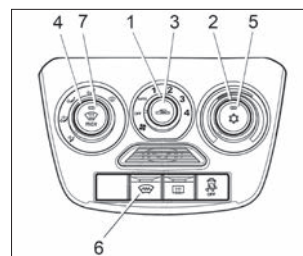

Рис. 39. Блок управления климатической системой (в варианном исполнении)
**В варианном исполнении** (см. рис. 39) климатическая установка имеет дополнительный режим кондиционирования, обеспечивающий охлаждение воздуха, подаваемого в салон автомобиля. При этом логика и алгоритмы управления, описанные выше для системы вентиляции и отопления, верны и для климатической установки с кондиционером.
2. Включите вентилятор, установив **рукоятку 1** (см. рис. 39) в одно из положений «1», «2», «3» или «4».
Для установки желаемой температуры воздуха в салоне поверните **рукоятку 2** (см. рис. 39) по часовой стрелке для повышения, против часовой стрелки для понижения. Температура будет поддерживаться автоматически в пределах производительности климатической установки и установленного допуска.
2. Поверните **рукоятку 2** (см. рис. 39 против часовой стрелки в левое положение до упора (синяя точка на блоке управления)).
4. **Рукояткой 1** (см. рис. 39) включите максимальную скорость вентилятора климатической установки (положение «4»).
С помощью **рукоятки 2** (см. рис. 39) можно установить желаемую температуру воздуха в салоне. Климатическая система будет автоматически поддерживать установленную температуру воздуха в салоне в пределах производительности климатической установки и установленного допуска.
Для очистки ветрового и передних боковых стекол от запотевания, обмерзания или наружного обледенения в автоматическом режиме установите **рукоятку 1** управления вентилятором климатической системы в положение «AUTO», нажмите **кнопку 7** (см. рис. 39) с символом . Климатическая система автоматически:
Для включения/выключения ЭОВС нажмите **кнопку 6** (см. рис. 39), при включении загорается индикатор на кнопке выключателя. Контрольный световой индикатор, расположенный на кнопке выключателя, будет светиться желтым светом в течение всего времени работы системы электро-